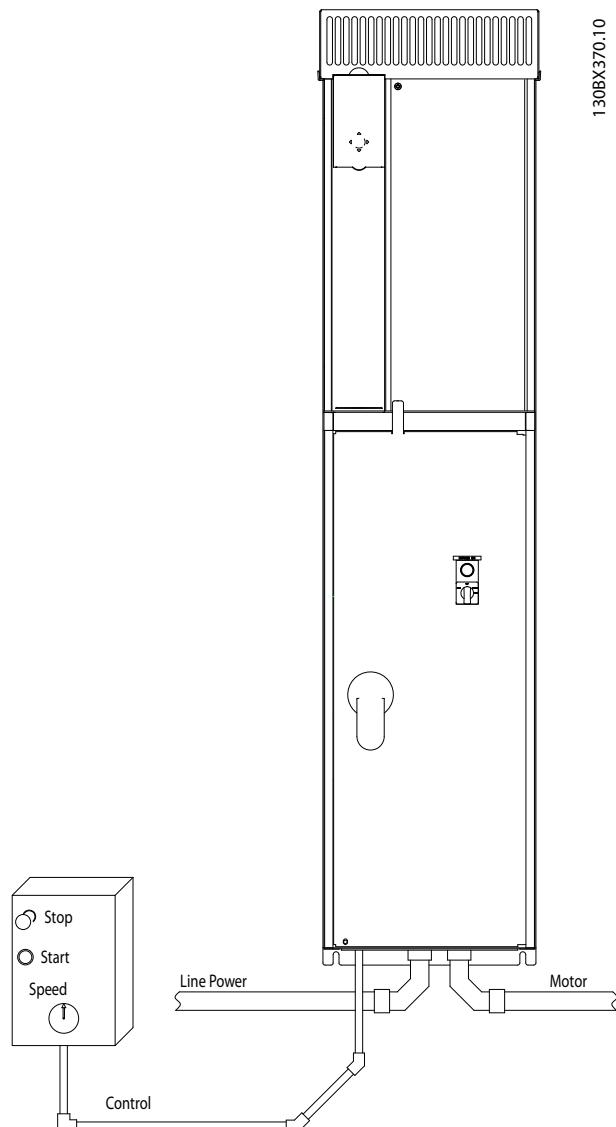

図 2.3 導管を使用した正しい電気的設置の例
- モーター配線は、高周波電流を流すために、主電源、モーター電力、および制御線が異なる導管を通ることが重要です。金属導管あるいは個別シールド線を使用します。図 2.3を参照 電力、モーター、コントロール配線の隔離を行わないと、機器の最適な性能が得られません。